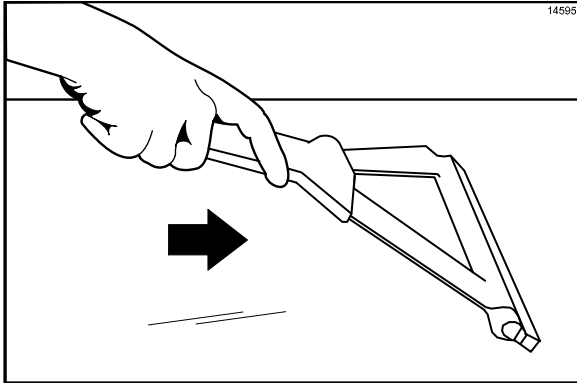

Abbildung 30
- Die Rückstände in die Fettrinne ziehen. (Siehe Abbildung 30.)